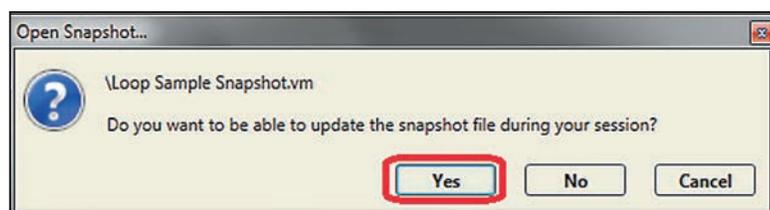

Figura 66. El cuadro de diálogo Open Snapshot.
PASO 2. Abra el archivo Loop Sample Snapshot.vm. En el cuadro de diálogo Open Snapshot (Abrir Instantánea), haga clic en el botón **Yes** para permitir la modificación del archivo. Vea la Figura 66.